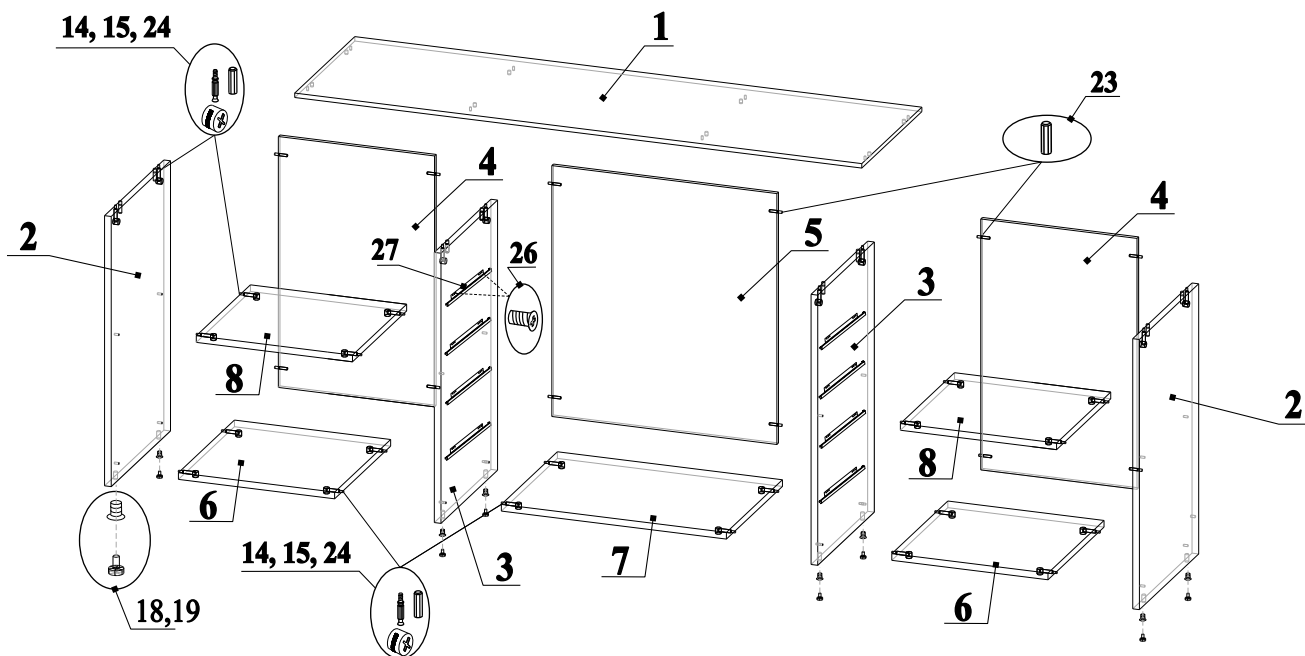

Рис.1
- В отверстия на деталях 2, 3, 6, 7 и 8 вставить эксцентрики 15 стрелками к торцевым отверстиям (рис.1);
- В торцевые отверстия на деталях 2 и 3 вставить шканты 24 (рис.1);
- В торцевые отверстия на деталях 4 и 5 вставить шканты 23 (рис. 1);
- Вкрутить дюбели 14 в отверстия на деталях 1, 2, 3 и 9 (рис. 1);
- Прикрутить направляющие 27 к деталям 3 евровинтами 26 (евровинты вкручиваются в 3 отверстие на направляющей)(рис. 1);
- В нижние торцы деталей 2 и 3 закрутить футорки 18 и вкрутить в них опору 19 (рис.1);
- Соединить детали 2, 3, 4, 5, 6, 7 и 8 затянуть эксцентрики 15 по часовой стрелке до упора (рис.1);
- Соединить деталь 1 с деталями 2 и 3, затянуть эксцентрики 15 по часовой стрелке до упора (рис.1);